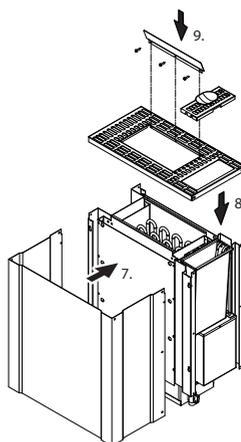

Fig. 6
1. Sécourir le déflecteur de chaleur, comme indiqué à la fig. 6, avec 3 vis 4,2 x 9,5. Visser ensuite les deux vis de sécurité.